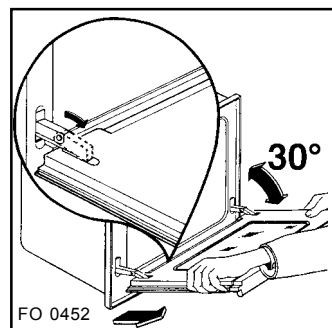

Fig. 25
- refermez la porte de façon à lui faire toucher les languettes, pousser de nouveau la porte comme si vous vouliez la fermer et tirez-la vers l'extérieur en l'enlevant de son support (Fig. 25);